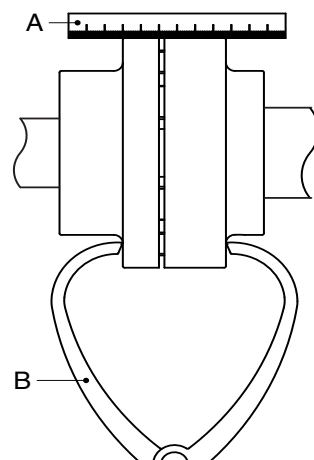

Figure 4: Alignement de l'accouplement à l'aide d'une règle et d'une paire de compas d'épaisseur externes.
- 1 Placez une règle (A) sur l'accouplement. Placez ou déplacez autant de cales de cuivre que nécessaire pour que le moteur électrique se trouve à la hauteur appropriée afin que le bord droit soit en contact avec les deux demi-accouplements sur toute la longueur, voir figure 4.
- 3 Vérifiez encore l'alignement à l'aide d'une paire de compas d'épaisseur externes (B) en deux points diamétralement opposés sur les côtés des demi-accouplements, voir figure 4.